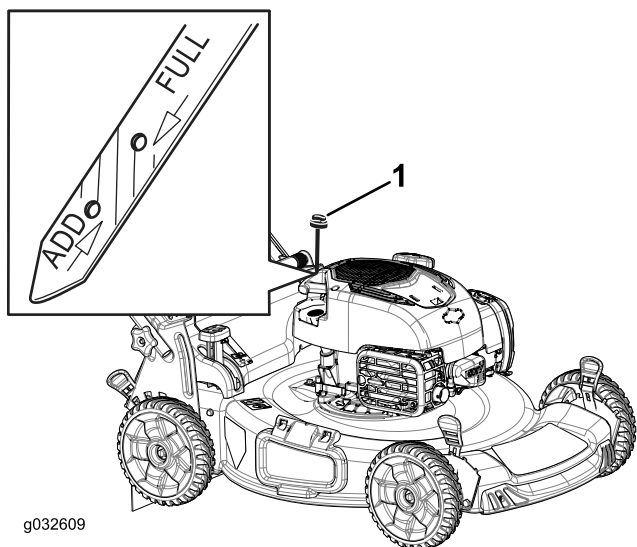

Figure 6
1. Retirez la jauge (Figure 6).
2. Versez de l'huile avec précaution dans le goulot de remplissage pour faire monter le niveau de liquide jusqu'au repère du plein (Full) sur la jauge (Figure 6). **Ne remplissez pas excessivement.**